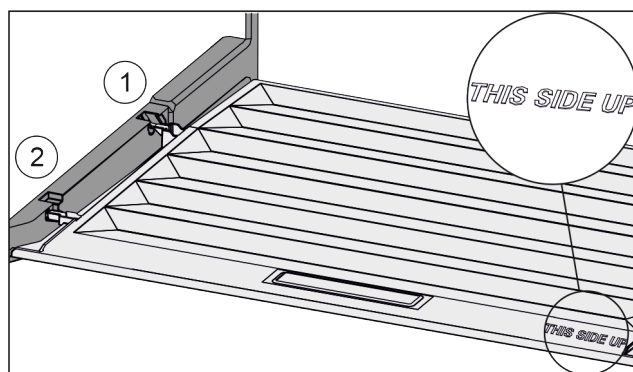

Fig. 103
- ▶ Ramiona pokrywy wprowadzić ponad otworem tylnego uchwytu Fig. 103 (1) i zazębić z przodu w uchwycie Fig. 103 (2).